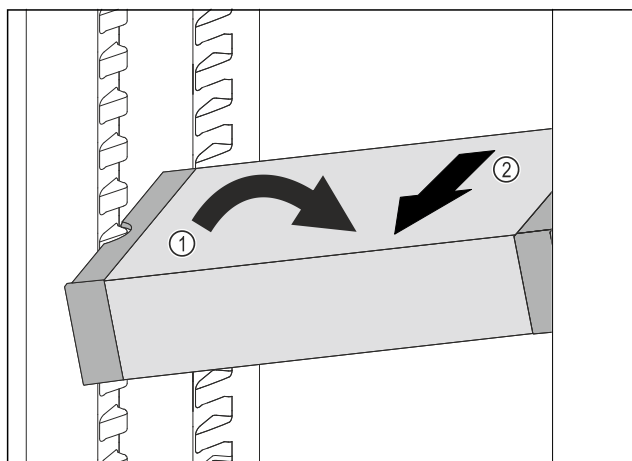

Fig. 115
- ▶ Coloque el VarioSafe en el compartimento del frigorífico en posición oblicua. Fig. 115 (1)
- ▶ Extraiga el VarioSafe hacia delante. Fig. 115 (2)